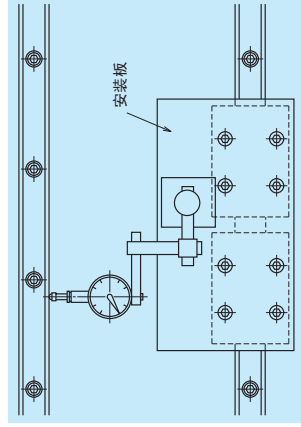

图 10.15 平行度测试
③ 底座的调整侧导轨安装面也有挡边时, 请重复上述①~②的步骤进行安装。
④ 当底座的调整侧导轨安装面没有挡边时, 这时要将如图 10.15 所示的暂用工作台固定在基准侧导轨的滑块上, 以它为基准用千分表一边从导轨端检查调整侧导轨的平行度, 一边紧固螺栓。
即使在调整侧导轨安装面有挡边时, 也可以按照图 10.15 所示的方法, 确认 2 根导轨的平行度。